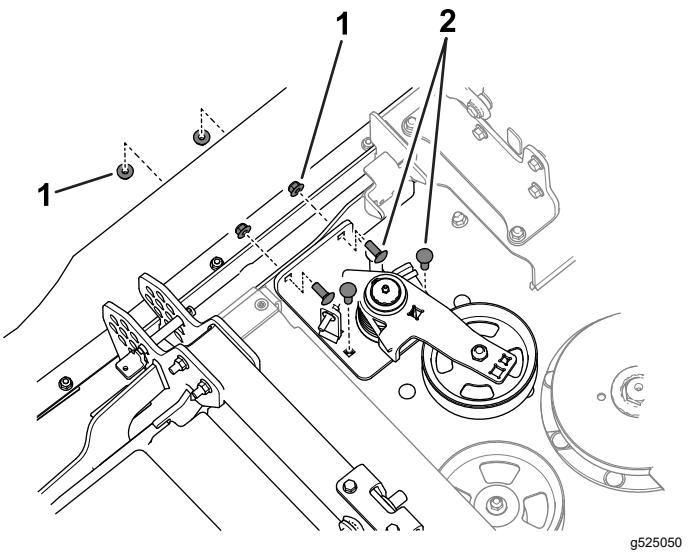

Рисунок 6
6. Используйте 2 каретных болта (3/8 x 1 дюйма), 2 каретных болта (3/8 x 1¼ дюйма) и 4 фланцевые гайки (3/8 дюйма) для крепления натяжителя в сборе к режущему блоку (Рисунок 6).